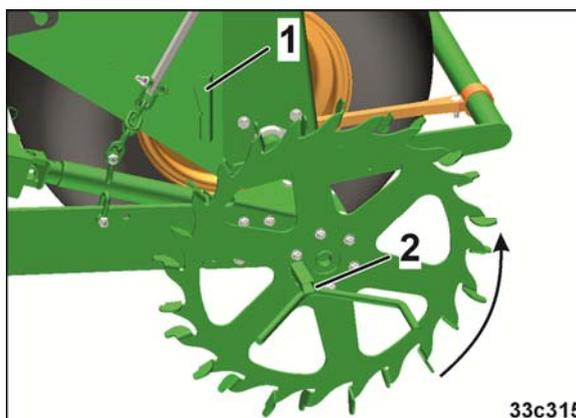

Fig. 73
- o Bei mechanischem Antrieb das Spornrad wie bei der Abdrehprobe mit der Abdrehkurbel (Fig. 73/2) links herum drehen.